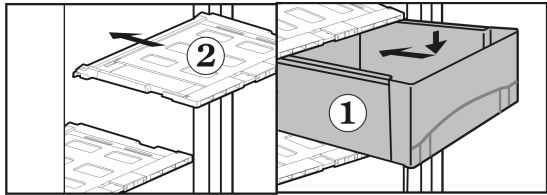

Fig. 17
- ▶ Sätta i lådlock Fig. 17 (2): Sätt in lådlockets tappar nerifrån i de bakre hållarna och spärra i det främre urtaget.
- ▶ Sätt lådor Fig. 17 (1) på skenorna och skjut in tills att det hörs att lådan låses fast.